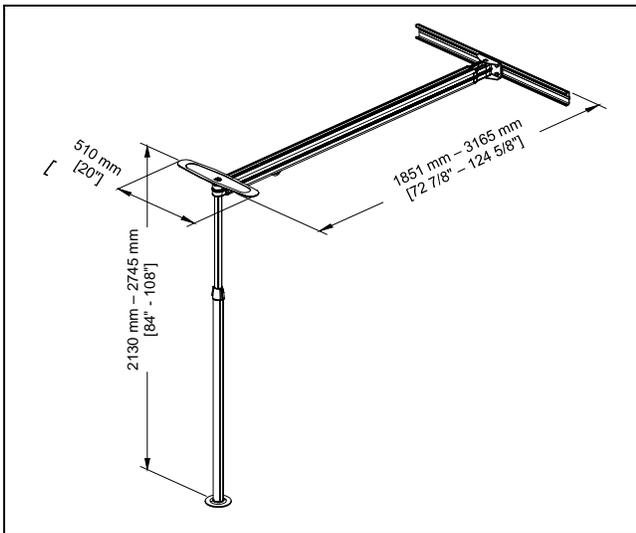
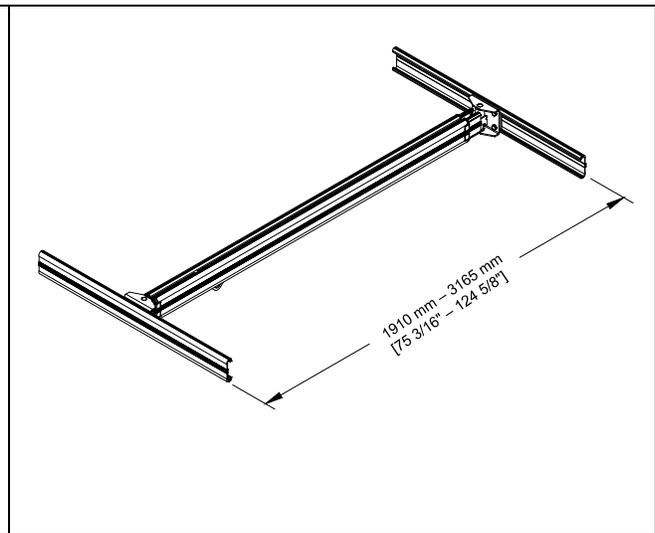

Figure 4
Figure 5
- ◆ Les transferts devraient prendre place seulement sous le rail (voir **Figure 4** et **Figure 5**).